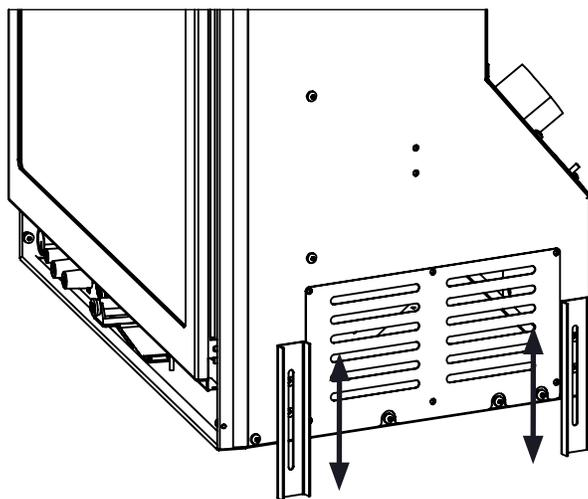

Figure 34: Les Pieds de Nivellement
8. L'aide d'un tournevis T20, ajuster les pieds de nivellement pour s'assurer que l'appareil est de niveau et suffisamment élevée si un préalable de base et / ou colonne montante doit être installé. Il ya deux (2) pieds de nivellement de chaque côté (voyez figure 34).